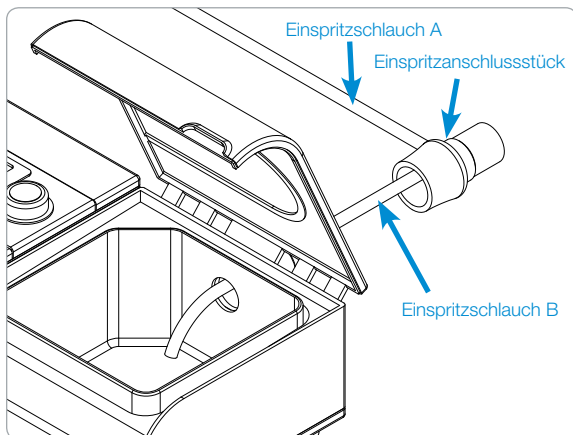

Figure 2. Anschließen des Einspritzanschlusstücks
1. Positionieren Sie das Einspritzanschlusstück am Anschluss Ihres Befeuchters (wo zuvor der PAP-Schlauch angeschlossen war) und führen Sie den kleineren Einspritzschlauch B in das Reservoir ein (Abbildung 2). Das Ende des Schlauchs muss sich über der Heizplatte befinden.